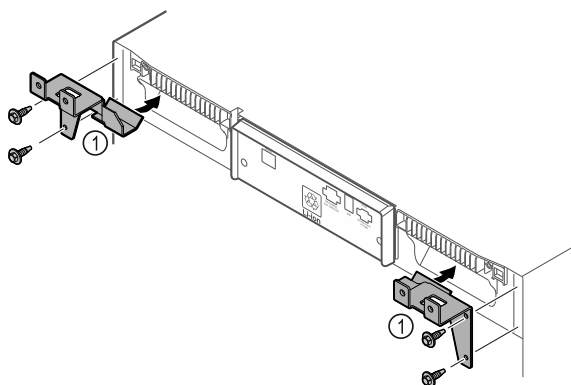

Fig. 67
- Monte las piezas de sujeción Fig. 67 (1) en el electrodoméstico con tornillos autorroscantes.